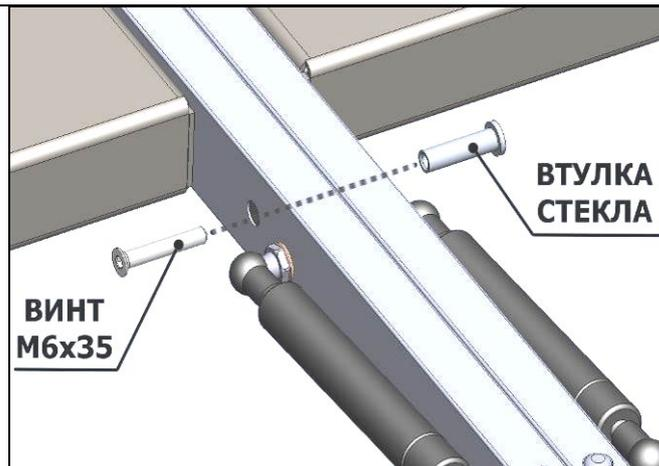

рис. 2
- через отверстие в кронштейнах суперструктуры при помощи втулки и винта М6х25 впотай (рис.2)